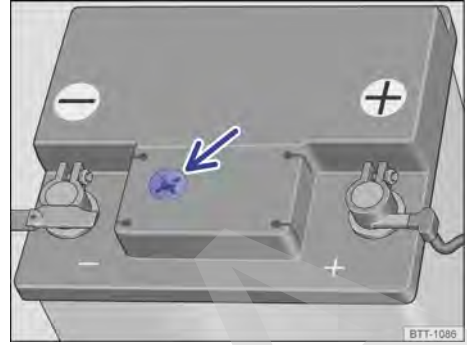

Fig. 242 Mirilla en la parte superior de la batería de 12 voltios (representación esquemática).
- Procure disponer de buena iluminación para poder distinguir bien el indicador de color en la mirilla redonda de la parte superior de la batería de 12 voltios → **fig. 242** (flecha). No utilice nunca una llama desprotegida u objetos incandescentes para alumbrarse.